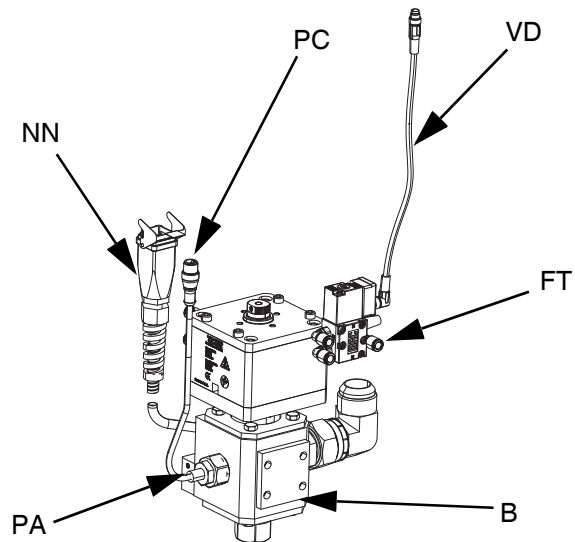

ABB. 24
- 9. Die Luftleitung (AR) (nicht enthalten) an das Luftfitting (FT) am Dosierventil-Magnetventil anschließen. Siehe Handbuch des Axial-Dosierventils, Anweisungen-Teile. Siehe ABB. 24.
- a. Das Magnetventilkabel (VC) an das 4-polige M8-Ende des Verteilerkabels am Anschluss 4 des elektrischen Antriebs (AB) anschließen. Siehe **Kommunikationsanschlüsse des elektrischen Antriebs** für Einzel-Rams auf Seite 16. Siehe ABB. 24.
- b. Das 90-Grad-Ende des mitgelieferten 4-poligen M8-Kabels (VD) an das Dosierventil und das gerade Ende des Magnetventilkabels an (VC) anschließen. Siehe ABB. 24.
- a. Das Dosierventil-Magnetventilkabel an den Tandem-Dosierventil-Magnetventilanschluss (YY) des Tandemblocks (R) anschließen.
- b. Das 90-Grad-Ende des mitgelieferten 4-poligen M8-Kabels (15N040) an das Dosierventil und das gerade Ende des Magnetventilkabels an (VC) anschließen. Siehe ABB. 24.
- c. Ein Steckerende des 4-poligen M8-Verteilers (TT) am Tandemblock (R) an das 4-polige M8-Ende des Verteilerkabels anschließen, das an Anschluss 4 am elektrischen Antrieb (AB) für Ram 1 und Ram 2 angeschlossen ist. Siehe **Kommunikationsanschlüsse des elektrischen Antriebs für Tandem-Rams** auf Seite 17.